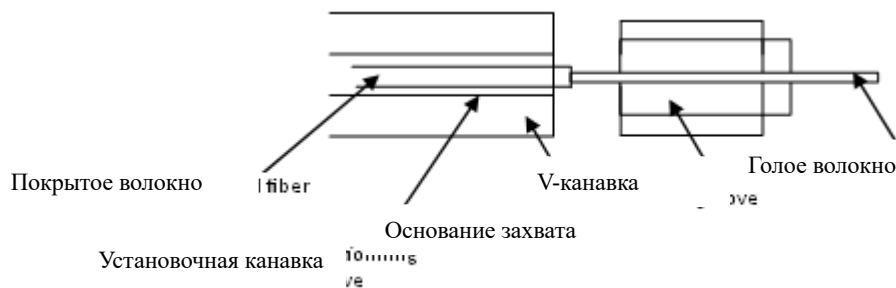

Рис. 6-1 Схема размещения левого волокна в левой установочной канавке
- а) Откройте ветрозащитное устройство и проверьте, нет ли на неподвижных частях волокон пыли или других посторонних веществ (например, измельченных волокон, хлопковых волокон и т.д.), как показано на рис. 6-1.
- в) Включите устройство для сращивания и загрузите два волокна, как показано на рис. 6-1. При загрузке поместите голые волокна в V-образную канавку. Используйте зажим, чтобы зафиксировать волокна и сделать их прямыми. Лучше всего, чтобы волокна были видны на мониторе, но не перекрывались. Плотно закройте защитный кожух.